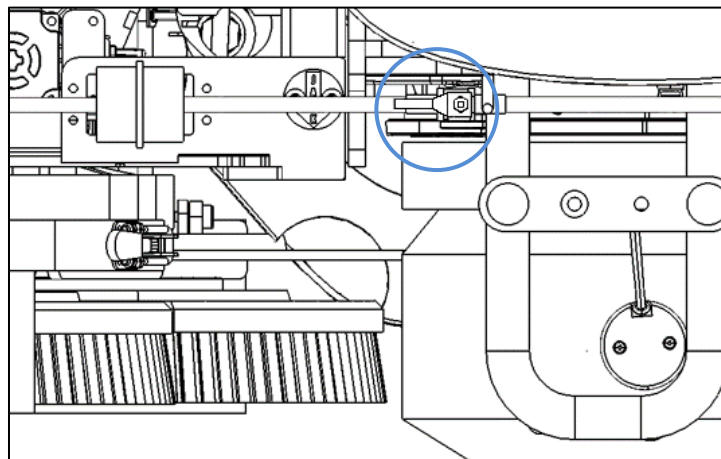

Fig. 4
7. Ouvrez la valve du réservoir propre (Fig. 4).